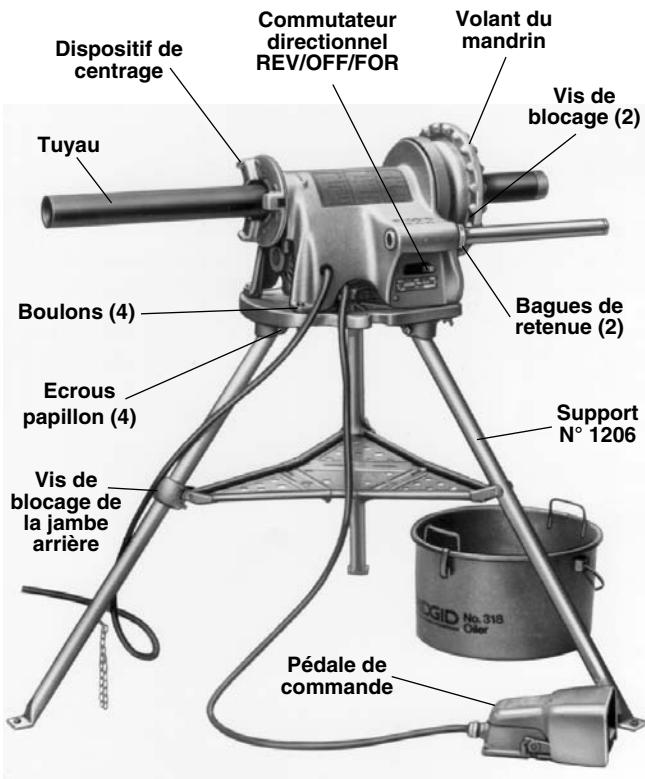

Figure 3 – Système d'entraînement N° 300 monté sur support N° 1206 avec dispositif de lubrification N° 418
- Repérez la vis de blocage du support de jambe de plateau qui se trouve sur la jambe arrière (*Figure 3*).
2. Montez le système d'entraînement sur le support à l'aide des boulons et écrous papillon prévus (*Figure 3*).
- Assurez-vous que le système d'entraînement est débranché et que le commutateur directionnel est en position OFF (arrêt) (*Figure 3*).
- Assurez-vous que la pédale de commande est en place et qu'elle est raccordée au système d'entraînement (*Figure 3*).
4. Lorsque le tuyau déborde de plus de quatre (4) pieds par rapport à l'extrémité du système d'entraînement, servez-vous d'un ou de plusieurs porte-tubes afin d'empêcher le renversement et l'oscillation du tuyau.
6. Si nécessaire, remplissez le système de lubrification N° 418 d'huile de coupe RIDGID Thread Cutting Oil. Positionnez le système de lubrification sous l'avant du système d'entraînement (*Figure 3*).